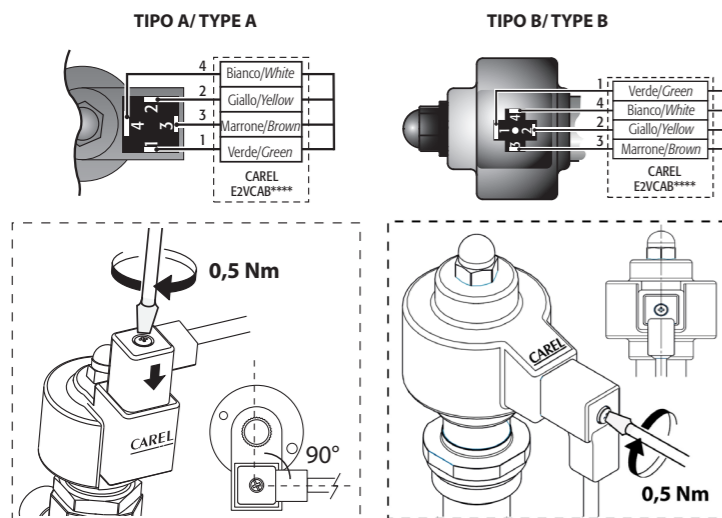

Fig. 3
7. collegare il connettore già cablato al motore passo passo nel relativo alloggiamento e serrare la vite con coppia di serraggio 0,5 Nm seguendo le indicazioni in Fig.3. Collegare a questo punto l'estremità quadrilaterale del cavo nei relativi morsetti del Driver CAREL EVD*** o relativo controllo omologato CAREL ed impostare i parametri secondo il set riportato nella tabella sottostante.
7. Connect the pre-wired connector to the socket on the stepper motor and tighten the screw, applying a force of around 0.5 Nm, following the instructions shown in Fig. 3. Then connect the four-pin end of the cable to the corresponding terminals on the CAREL EVD*** driver or other approved CAREL controller, and set the parameters according to the values shown in the table below.